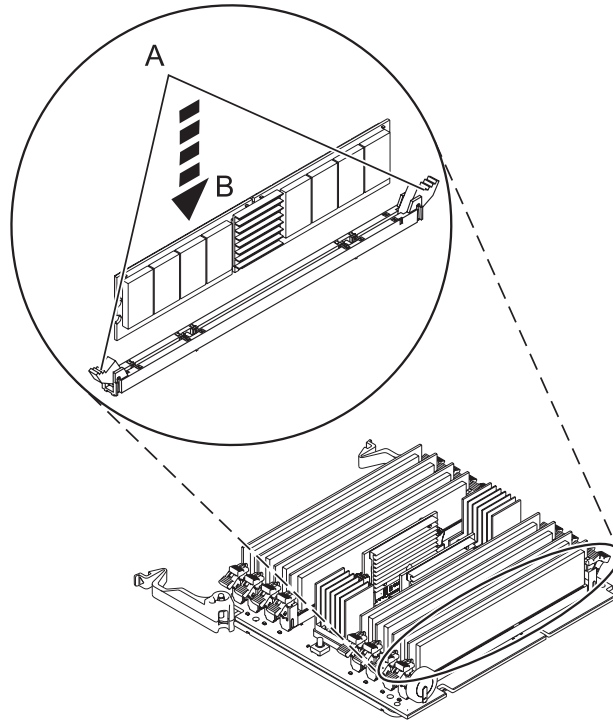

Figura 22. Substituindo um módulo de memória
10. Assegure-se de que as guias de bloqueio do conector (**A**) são empurradas para abrir na posição desbloqueada, conforme mostrado na Figura 22 na página 29, antes de instalar um novo módulo de memória.